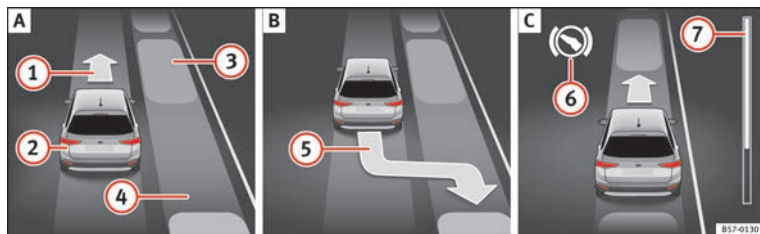
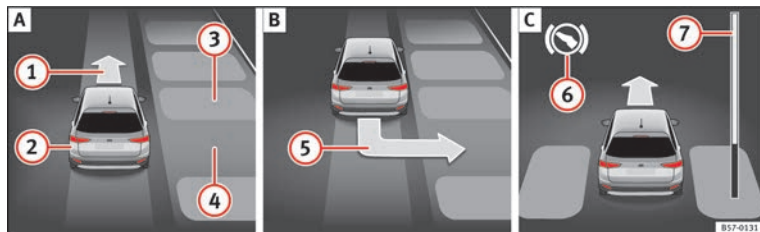

Fig. 212 Sul display del quadro strumenti: parcheggiare in linea **A** Cercare uno spazio di parcheggio. **B** Posizione di parcheggio. **C** Manovrare.
Fig. 213 Sul display del quadro strumenti: parcheggiare a pettine. **A** Cercare uno spazio di parcheggio. **B** Posizione di parcheggio. **C** Manovrare.
Legenda della **fig. 212** e **fig. 213**:
» **fig. 212** ⑦ e » **fig. 213** ⑦ mostra simbolicamente nel display del quadro strumenti la distanza relativa ancora da percorrere. Maggiore è la distanza, maggiore sarà il riempimento della barra di avanzamento. Circolando con la marcia in avanti, il contenuto della
Nella visualizzazione del display del quadro strumenti controllare se lo spazio è stato rilevato come "idoneo" ed è stata raggiunta la posizione corretta per parcheggiare » fig. 212 [B] o » fig. 213 [B] .
OPPURE: retrocedere finché nel display del quadro strumenti non comparirà l'indicazione di spostarsi con la marcia in avanti » fig. 212 [A] (1) o » fig. 213 [A] (1) .
9.	L'assistente di parcheggio dirige il veicolo con la marcia in avanti o in retromarcia fino a posizionarlo al centro dello spazio di parcheggio » fig. 212 [C] o » fig. 213 [C] .